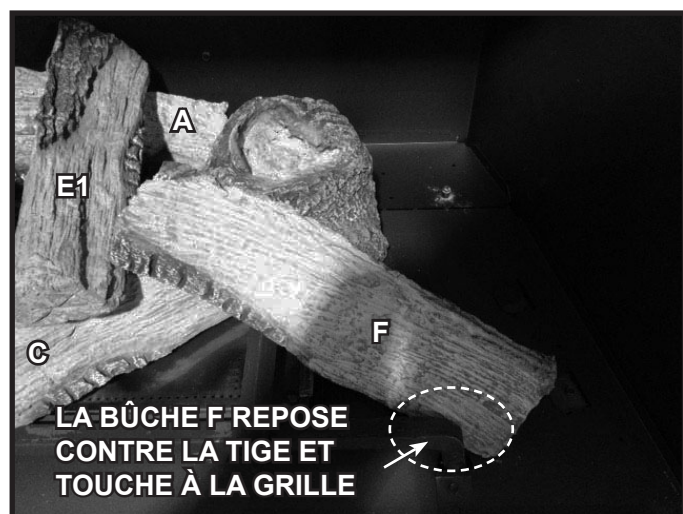

Figure 10. Bûche F installée
6. **(BÛCHE F)** : Placez la bûche F dans l'appareil, comme il est indiqué à la figure 10. L'extrémité brûlée de la bûche devrait reposer sur la bûche C et toucher la bûche E1. L'extrémité non brûlée de la bûche F devrait reposer contre la tige de la bûche F, comme il est indiqué à la figure 4, et toucher l'arrière de la dent de la grille inférieure, comme il est indiqué à la figure 10.